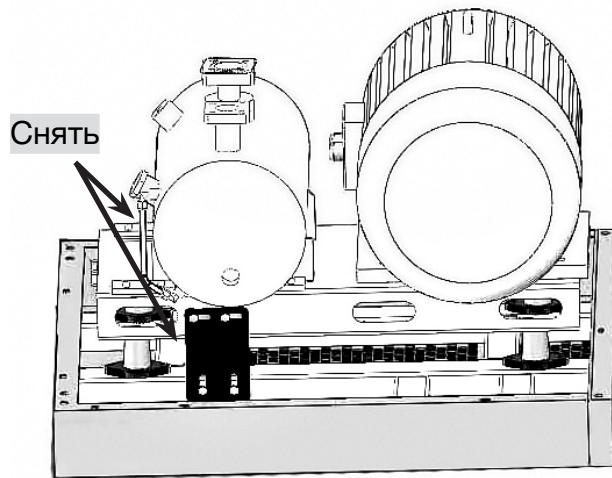

Рис. 3.1 Транспортировочные кронштейны
- б. Снимите два красных транспортировочных кронштейна, расположенных с каждой стороны воздушно-масляного резервуара, как показано на рис. 3.1.